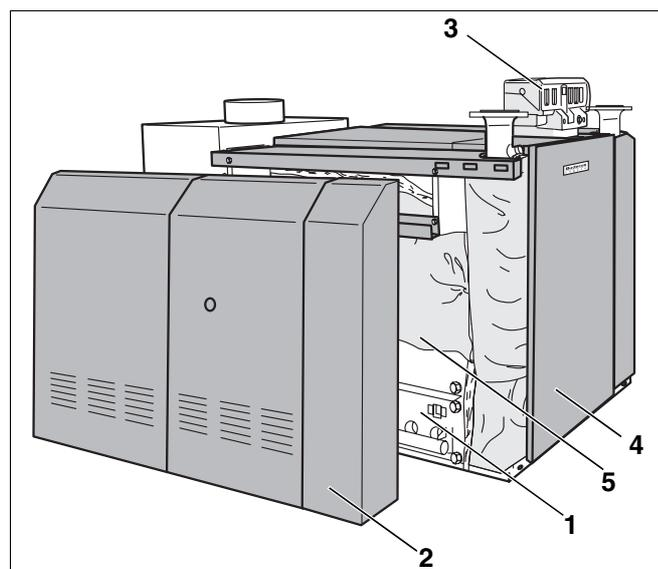

Fig. 1 Logano GE434
La caldaia Logano GE434 (fig. 1) è composta da un blocco caldaia destro e da un blocco caldaia sinistro; ciascun blocco è dotato di un bruciatori di gas.
- Blocchi caldaia (fig. 1, **pos. 5**) e bruciatori (fig. 1, **pos. 1**).
- Rivestimento caldaia (fig. 1, **pos. 2**) e isolamento termico (fig. 1, **pos. 5**).
- Apparecchio di regolazione (fig. 1, **pos. 3**), apparecchio di regolazione ausiliario e due automatismi di combustione del gas (uno per ogni bruciatore).